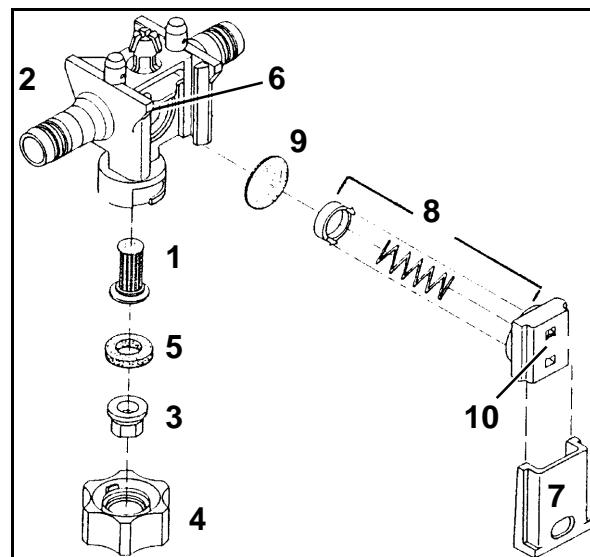

Рис. 197
1. Время от времени контролируйте посадку шибера (Рис. 197/7). Для этого задвиньте шибер в головку форсунки (Рис. 197/2), насколько позволит умеренная сила пальца. Шибер в новом состоянии не задвигайте до упора.
1. Фильтр форсунки (Рис. 197/1) установите снизу в корпус форсунки (Рис. 197/2).
2. Форсунку (Рис. 197/3) вложите в байонетную гайку (Рис. 197/4).
3. Вложите резиновое уплотнение (Рис. 197/5) над форсункой.
Отложения в посадочном месте мембранны (Рис. 197/6) являются причиной для подтекания форсунок при отключенных штангах. Соответствующую мембрану необходимо чистить следующим образом:
1. Выдвиньте задвижку (Рис. 197/7) из корпуса форсунки (Рис. 197/2) по направлению к байонетной гайке.
2. Извлеките пружинный элемент (Рис. 197/8) и мембрану (Рис. 197/9).
3. Почистите посадочное место мембранны (Рис. 197/6).
Следите за правильным направлением установки пружинного элемента. Выступающие края, с правой и левой стороны корпуса пружинного элемента (Рис. 197/10) должны быть направлены при сборке в сторону профиля штанг.